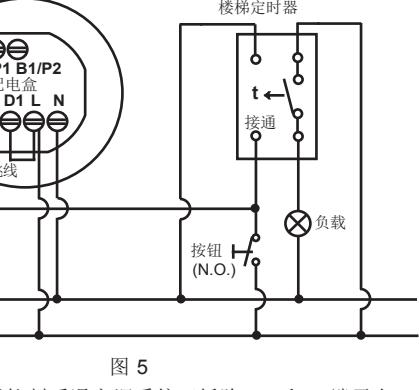

图 5
- 一个传感器控制楼梯定时器（将时间旋钮设置为 L_{\perp} ）（见图 5）。